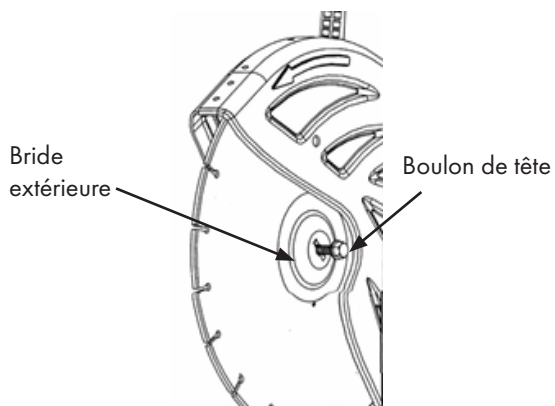

Figure 5
- Tournez la vis de ralenti si nécessaire. Voir fig. 5, p. 17.